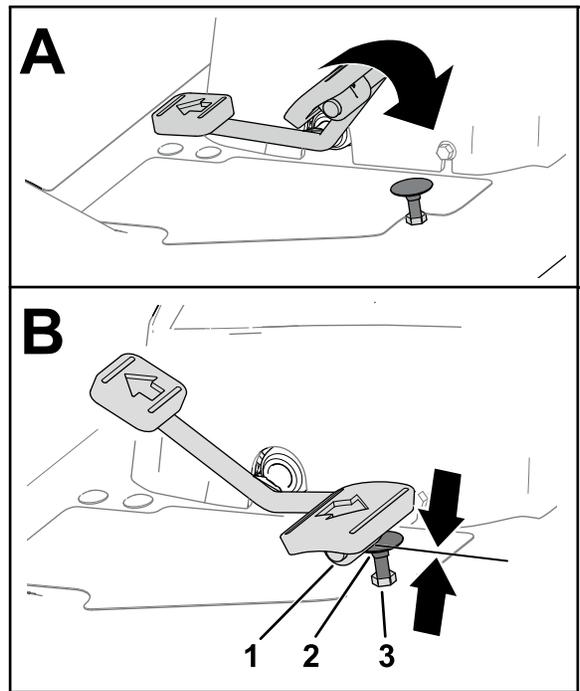
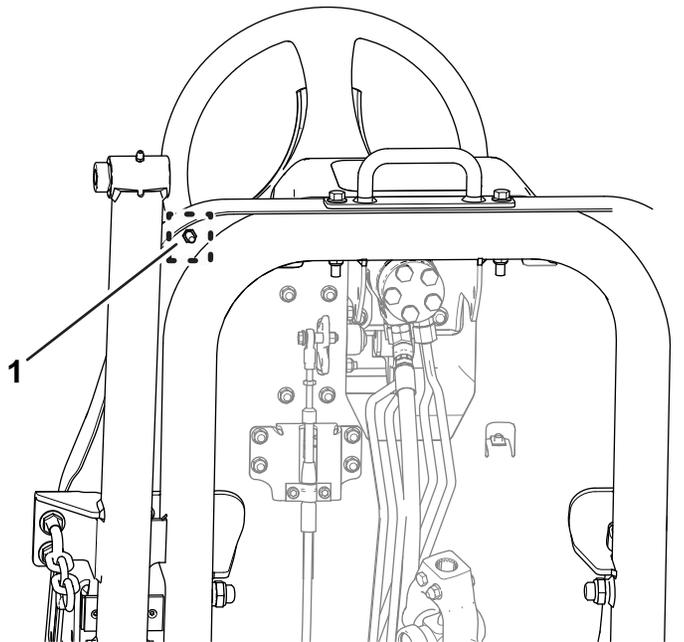

图 81
图 82
1. 将驱动踏板向前推到底图 81。
A. 使用扳手固定驱动踏板止动器图 81。
B. 拧松脚踏板底部的锁紧螺母图 82。
- C. 将驱动踏板向前推到底图 81。
- D. 在固定驱动踏板止动器的同时调整脚踏板图 81 上方的锁紧螺母直到驱动踏板接触到止动器。
- F. 在固定驱动踏板止动器的同时上紧脚踏板图 81 和图 82 底部锁紧螺母的扭矩至 3745N·m。